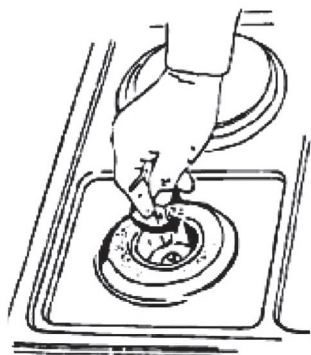

Figure 3
a) Changement des injecteurs des brûleurs du plan de cuisson (Fig.3)